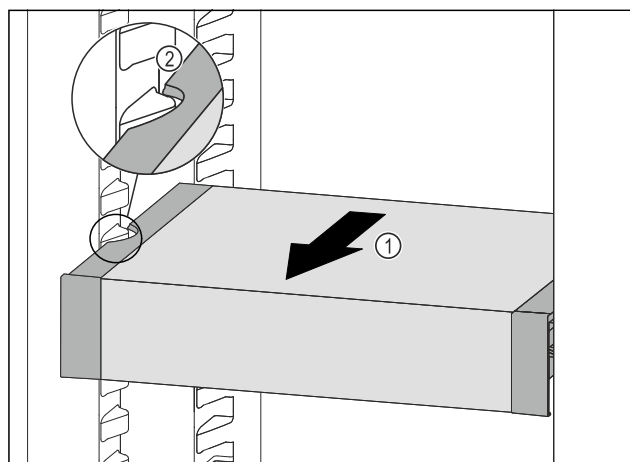

Fig. 165
- Tirer le VarioSafe vers l'avant *Fig. 165 (1)* jusqu'à ce que les encoches latérales du VarioSafe se trouvent au niveau de la nervure du bac dans la partie réfrigérateur. *Fig. 165 (2)*